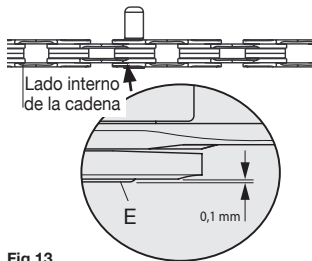

Fig.13
Para no arruinar irremediablemente la cadena, **NO ATORNILLAR** la herramienta más allá del tope. Dejar que el casquillo **ULTRA-LINK 5-CN-SR700 (E)** sobresalga 0,1 mm del lado interno de la cadena (**Fig. 13**).